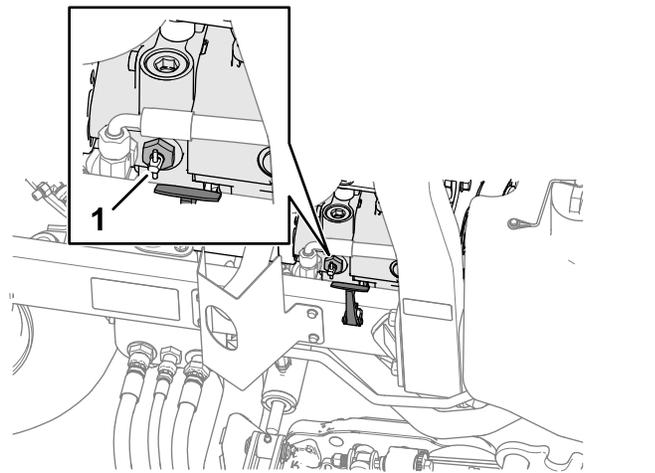

图 52
2. 在右机罩门锁旁旋转泵 图 52 上的手柄旁通阀并将阀门旋转 90°。